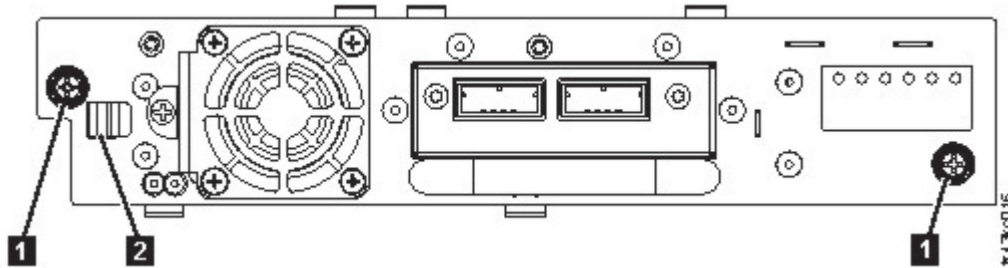

Abbildung 62. Laufwerk entriegeln
- Lösen Sie die blauen Rändelschrauben ( **1** in Abb. 62) am Bandlaufwerk. Drücken Sie den Feststellhebel ( **2** Abb. 62) nach rechts und ziehen Sie den Griff des Bandlaufwerks gerade zurück, um das Bandlaufwerk aus der Einheit auszubauen. Stützen Sie beim Ausbauen die Unterseite des Laufwerks mit der Hand ab.